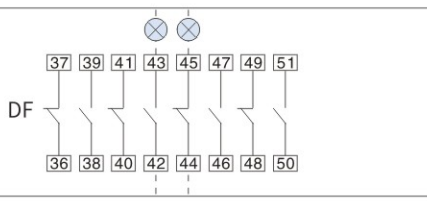

图6（辅助开关为四常开四常闭独立接线，仅针对 $I_{nm} = 2000$ 及以上壳架断路器）
断路器总体接线端子接线简单、便于用户使用，接线图见图7A、B、C、D、E、F、G、H，辅助开关特殊接线见图6（辅助若需其它接线方式，需与厂家联系） L_1
- (1) 若F、X、M、智能控制器的控制电源电压不同时应分别接不同电源（图示仅为举例示意，可根据需要选用）建议不要直接取自主回路，以提高供电可靠性。
- (2) 端子#34可直接接电源（自动预储能），也可串接常开按钮后接电源（手控预储能）。
- (3) 若用户提出，端子#8~#9可输出常闭接点。（正常供货为常开）
- (4) 外加附件用户自备。
- (5) *当智能控制器的工作电源为直流电源时，需增加直流电源模块（此时#1、#2端子禁止再接入任何其它电源）。
- (6) *外接互感器必须是本公司专配互感器，用于（3P+N）T型。
- (7) 若用户提出辅助开关要求为四常开四常闭单独接线方式，则辅助开关按图6接线（仅接线端子号36以后变化）。